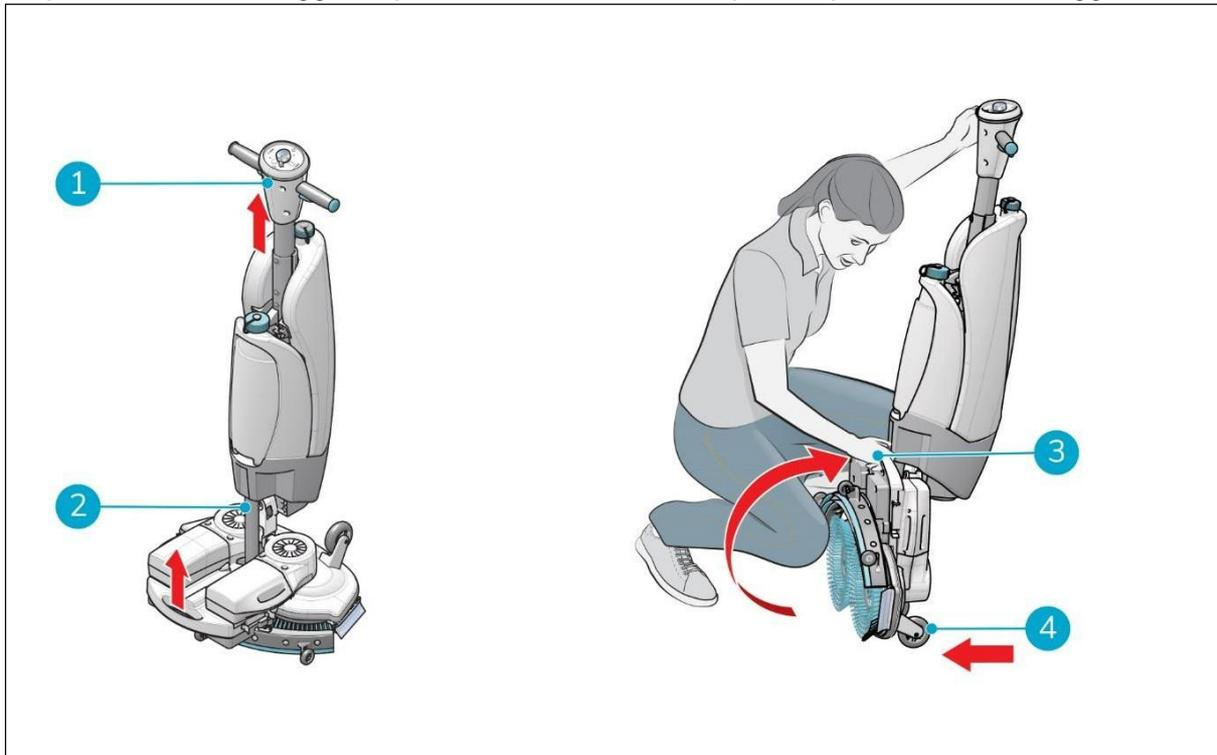

Figura 4
1. Assicurarsi che il tubo flessibile del vuoto (figura 4, punto 2) sia spinto all'interno della macchina in modo da non essere schiacciato.
1. Accovacciarsi e tenere l'impugnatura (figura 4, pos. 1) con una mano, mentre con l'altra mano si tiene il piatto di lavaggio (figura 4, pos. 3).
2. Sollevare lentamente l'apparato decespugliatore finché non si trova in posizione verticale sulle ruote anteriori (Figura 4, Pos. 4). Guidare il corpo verso l'apparato spazzola finché non si blocca in posizione di riposo.